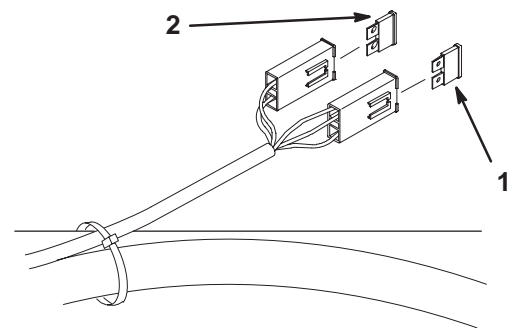

Figure 60
1. Soulevez le siège pour accéder au porte-fusibles (Fig. 60).
2. Pour remplacer un fusible, tirez dessus pour l'enlever (Fig. 60).
3. Remplacez le fusible (Fig. 60).